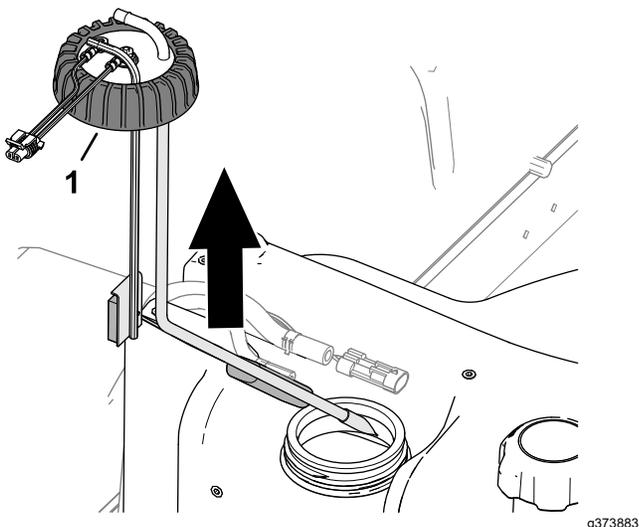

Рисунок 126
5. Ослабьте крышку датчика уровня топлива (Рисунок 126).